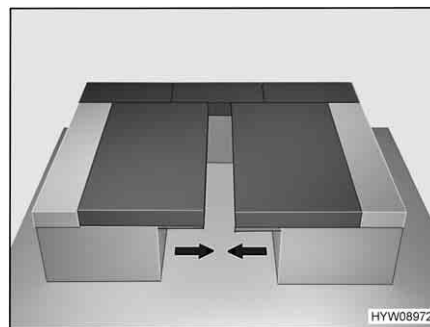

Fig. 55 Dopo la trasformazione
- Sistemare i cuscini del divano e dello schienale come illustrato nella Fig. 55.